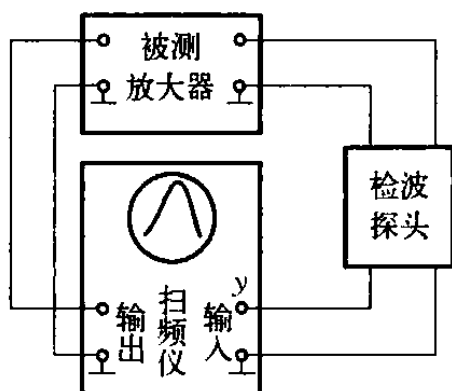

图 1-16 高频放大器频率特性曲线的测量
④ 用输入检波探头将被测高频放大器的输出信号经检波后接入 y 轴输入端，按图 1-16 连接电路。
⑤ 频标选择置 1 MHz 或 10 MHz 位置。
⑥ 调节“中心频率”、“频率偏移”旋钮，并适当调节“输出衰减”及“y 轴增益”旋钮，使屏幕上显示的图形大小、位置适当，便于观测。
⑦ 适当调节“频标幅度”旋钮,使频标易读,此时屏幕上显示的带有频标的曲线,即为被测高频放大器的频率特性曲线。